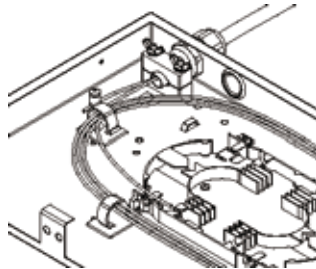

Figura 13. Acomodacion de los tubos loose
7.3.5. Acomodar la reserva de tubos loose en los clips plásticos em torno de la bandeja de empalme conforme mostrado en la figura 13.